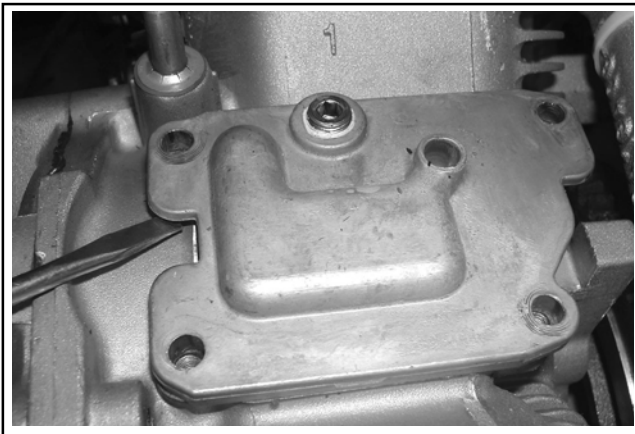

Figura 9-29. Rottura della tenuta del coperchio dello sfato.
4. Fare leva sotto il bordo sporgente del coperchio dello sfato con un cacciavite per rompere la tenuta (vecchi motori con sigillante RTV). Vedere Figura 9-29. Non fare leva sulle superfici di tenuta, altrimenti si possono verificare danni e perdite. I nuovi motori sono dotati di una guarnizione sotto il coperchio dello sfato più facile da rimuovere.